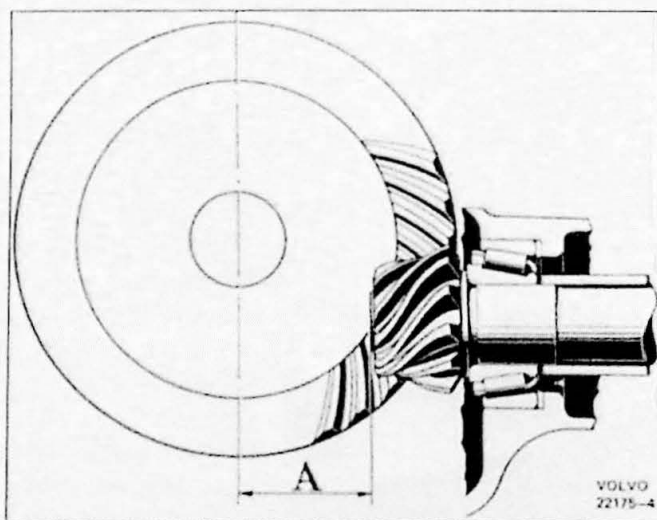

Fig. 9.27. Positie van de pignon. A: nominale maat
2. De pignion moet een zekere nominale waarde hebben (A, Fig. 9.27) tot aan de hartlijn van het kroonwiel. Vanwege toleranties in de fabricage kunnen afwijkingen van de nominale waarde ontstaan. Dit wordt aangegeven op het geslepen vlak van de pignion met een cijfer. Hier ontstaat een belangrijk verschil tussen de door VOLVO gefabriceerde en de